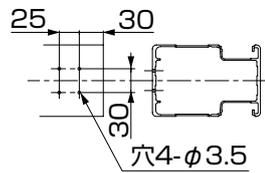

図3-6
- 置き式フレームの場合は梁に取付けてください。(図3-6参照)